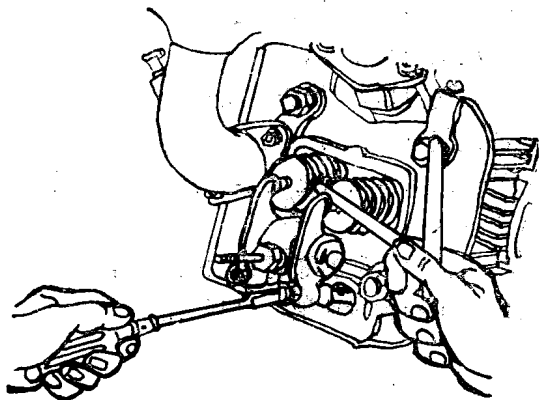

图1-2 调整气门间隙
1. 气门间隙的调整 气门间隙调整得正确与否，直接影响柴油机的功率和经济性能，必须定期检查和调整。首先拆下气门室盖，转动飞轮，到转不动为止（使活塞处于压缩行程上止点位置），进排气门完全关闭。将0.1毫米的厚薄规插入气门与摇臂大头之间。如不符合，即松开摇臂上的气门调节锁紧螺母，旋动气门调节螺钉，至间隙合适为止，见图1-2。调好后，旋紧气门调节锁紧螺母。